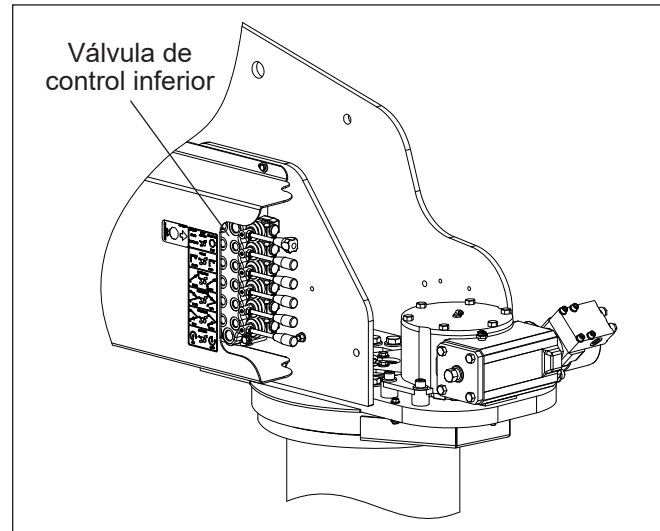

Figura 8.3 — Puerto de prueba de presión del sistema principal (Válvula de control inferior)
- El segundo se encuentra en los controles inferiores (consulte la Figura 8.3).